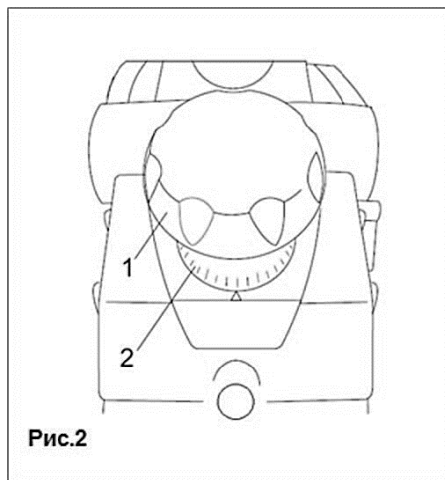

Рис.2
- Повертайте ручку регулятора глибини стругання (1) для вибору потрібного значення глибини.
- Один оборот диска покажчика (2) дає максимальну глибину стругання 3 мм.
- Одно ділення диска відповідає зміні глибини на 0,1 мм. (Рис.2)